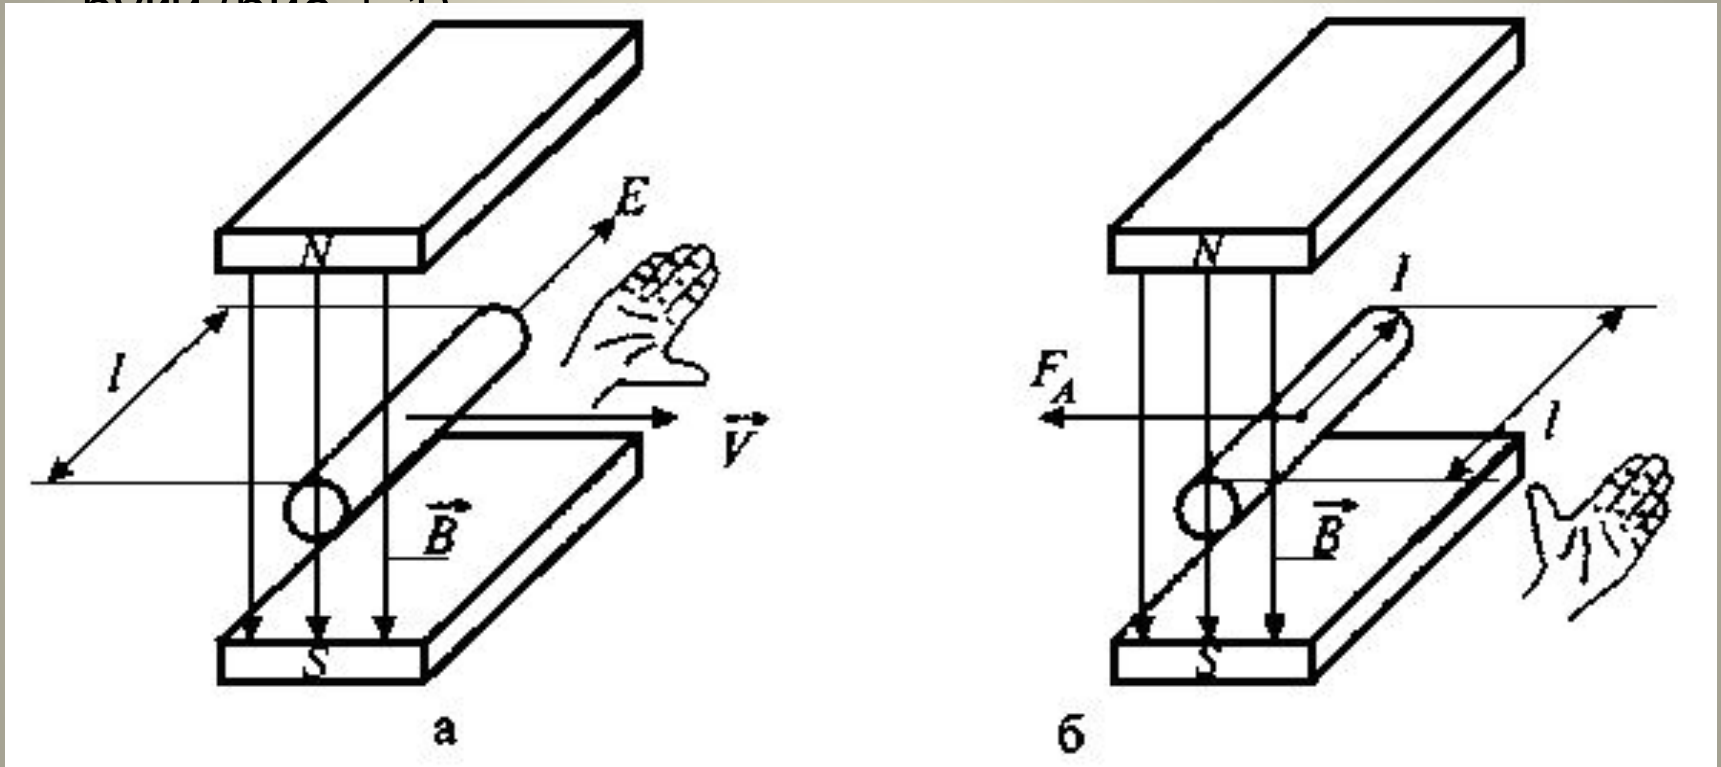

Рис. 5.1. Иллюстрация к закону электромагнитной индукции (а) и закону Ампера (б)
- Согласно закону электромагнитной индукции, открытому М. Фарадеем в 1831 г., в проводнике, помещенном в магнитное поле и движущемся относительно него со скоростью наводится ЭДС $\mathcal{E}$, направление которой определяется правилом буравчика или правилом правой руки (рис. 5.1)
- Применяя правило левой руки (рис. 5.1,б), получаем, что взаимодействие наведенных токов с магнитным полем порождает силы F , приводящие во вращательное движение ротор в том же направлении, в каком вращается магнитное поле.